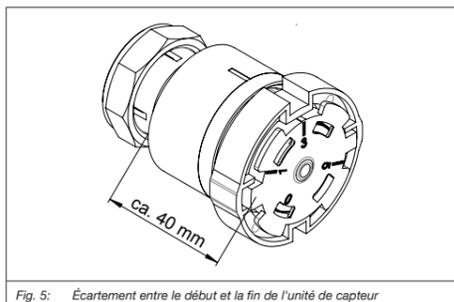

Fig. 5: Écartement entre le début et la fin de l'unité de capteur
- L'écartement entre le début et la fin de l'unité de capteur doit être d'environ 40 mm (voir Fig. 5).